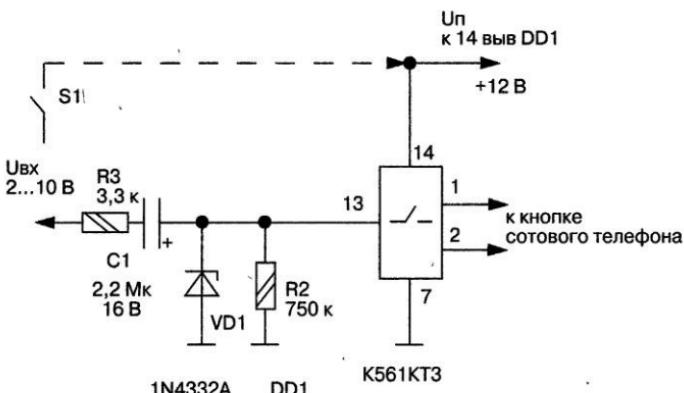

Рис. 3.1. Устройство-адаптер для сотового телефона
4. Собрать и подключить согласно электрической схеме (представленной на рис. 3.1) простое устройство-адаптер, которое получает сигнал от датчиков, установленных на охраняемом объекте.